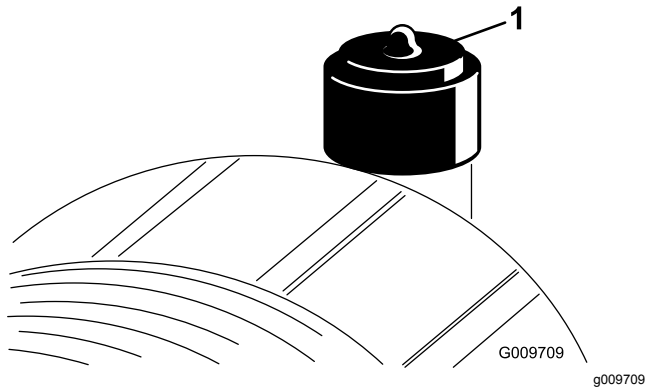

Figura 81
Faça a manutenção ao filtro de ar apenas quando o indicador de manutenção (Figura 81) o exigir. Mudar o filtro de ar antes de ser necessário apenas aumenta a possibilidade de entrar sujeira no motor quando retira o filtro.
2. Reinicie o indicador (Figura 81) se este se apresentar vermelho.